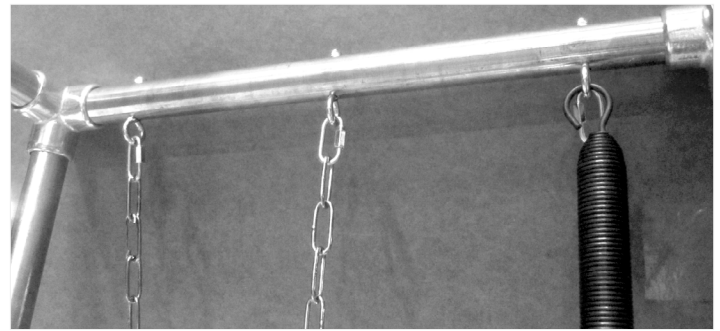

Figure 5
13. Befestigen Sie den langen Sicherheitsgurt an den äußeren Ösenbolzen am Kopfende des Trapezrahmens. Siehe Abb. 1. Befestigen Sie den kurzen Sicherheitsgurt am mittleren Ösenbolzen am selben Ende. Die Schnellverschlüsse werden an den Ösenbolzen des Trapezrahmens befestigt, siehe Abb. 5.